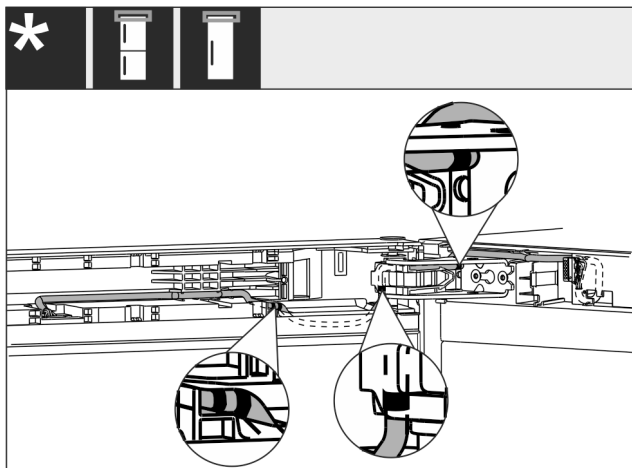

Fig. 56
- ▶ Kabel je položen kao što je prikazano na slici Fig. 56 ().